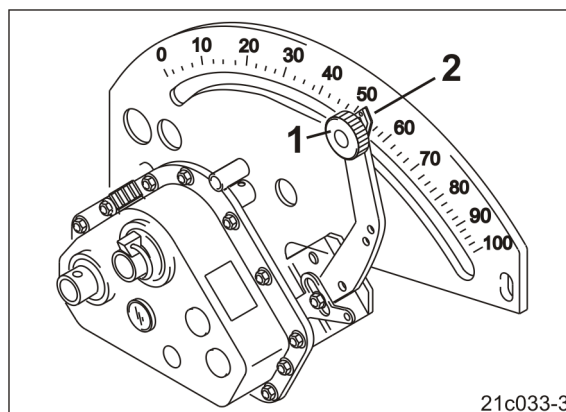

Bild 156
5. Lossa låsknappen (Bild 156/1).
7. Ställ visaren (Bild 156/2) på växelspaken på växelinställningsvärdet.